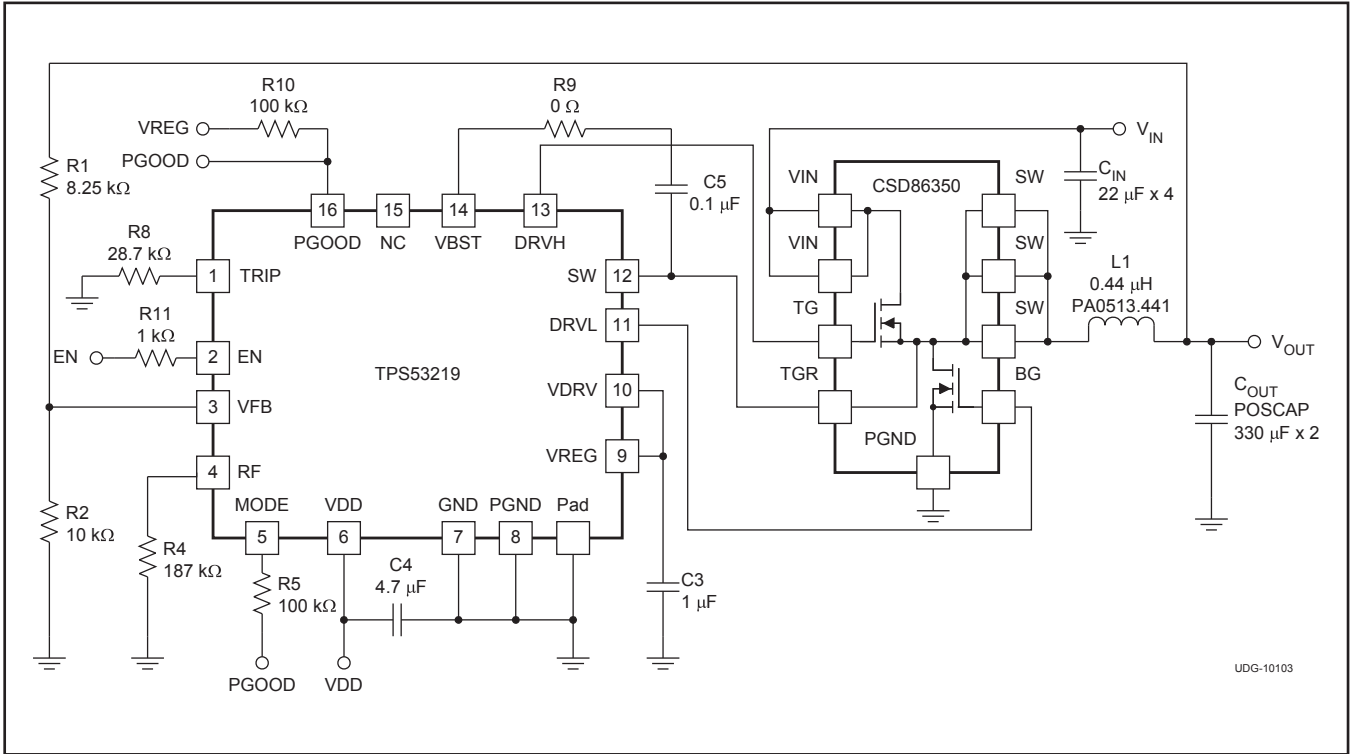
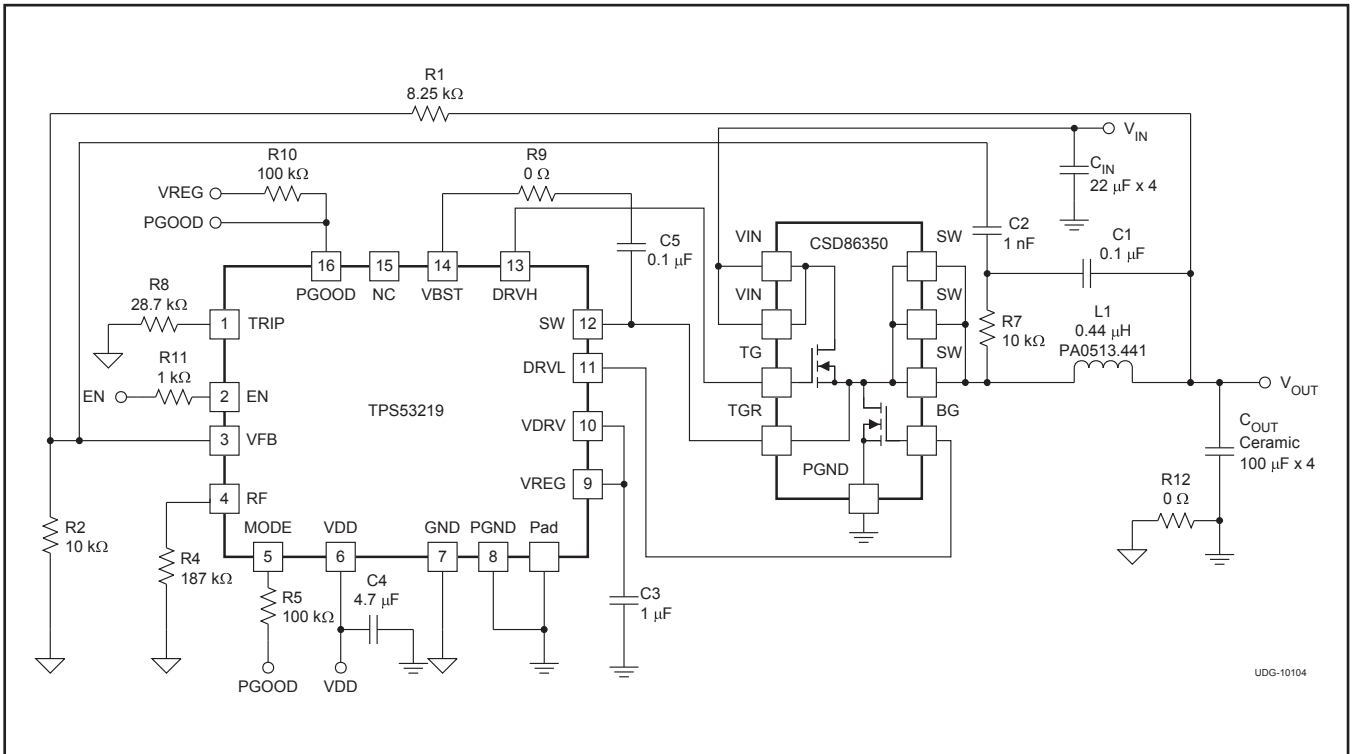

図 17. パワー・ブロックを使用した標準アプリケーション回路図
図 18. セラミック出力コンデンサを使用した標準アプリケーション回路図
(1) 実製品の検査は行っていません。測定条件は、VIN = 12V、VOUT = 1.1V、IOUT = 10Aであり、図17および図18に示す回路を使用しています。
(2) 設計で確認されています。実製品のテストは行っていません。